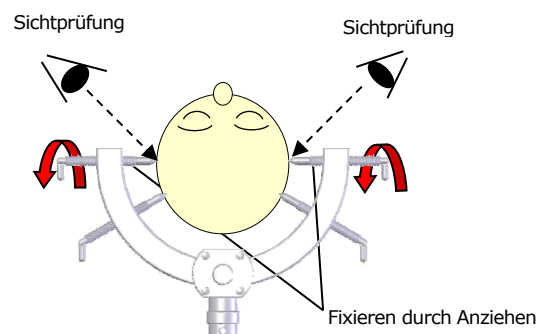

Abb. 3
3. Schließlich die vorläufig fixierten Schädeldorne um eine Viertel- oder halbe Drehung anziehen, um sie weiter zu spannen (Abbildung 3). Ein übermäßiges Anziehen des Schädeldorns kann zu Rissen, Eindrücken des Schädels oder Eindringen in denselben oder zu Hautverletzungen führen. Stellen Sie sicher, dass der Schädeldorn mit größter Vorsicht angezogen wird.